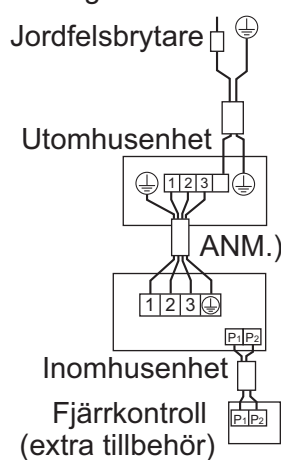

Bild 24
- **Partyp:** 1 fjärrkontroll styr 1 inomhusaggregat (standardsystem). (Se bild 24)